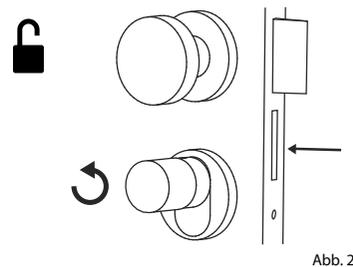
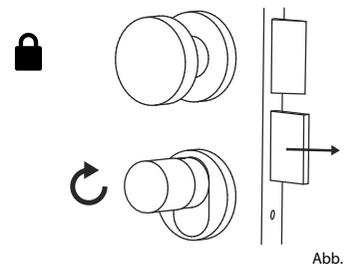

Abb. 2
Abb. 3
- 2 Je nach vorliegendem Zylinder, erhalten Sie eine visuelle Rückmeldung durch aufleuchten einer roten LED im Zylinderknopf. Der Zylinder ist nun freigegeben und das Schloss kann geöffnet (Abb. 2) bzw. abgeschlossen werden (Abb. 3).